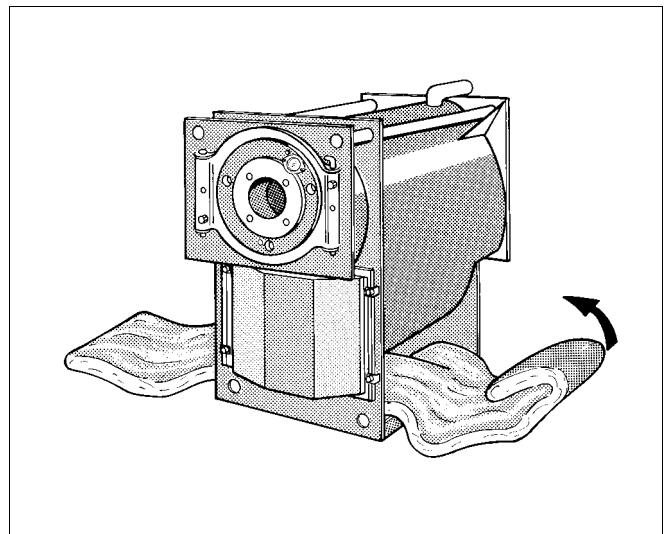

Fig. 5 Påsætning af varmebeskyttelse
Sørg med hensyn til isoleringsmåtten for, at tekstilvævet vender udad og udskæringerne bagud (fig. 5).
- Skub isoleringsmåtten under kedlen (fig. 5).